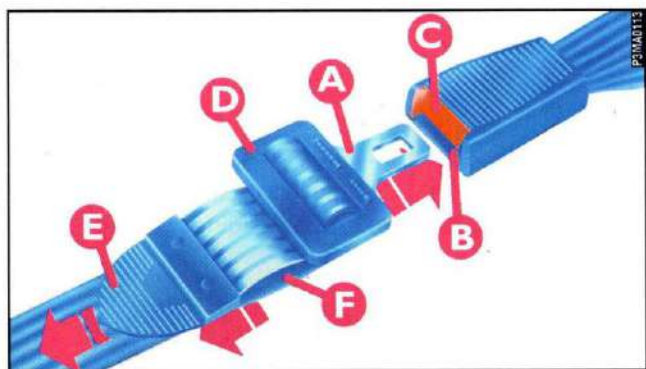

fig. 19
**Per allacciare la cintura:** inserire la linguetta di aggancio **A**-fig. 19 nella sede **B** della fibbia, fino a percepire lo scatto di blocco.